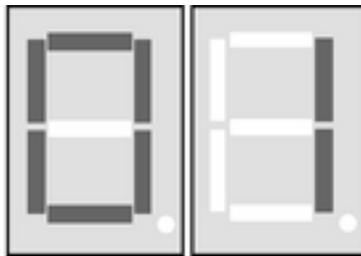

Figura 4: L'indicatore del canale è illuminato
- Collegare la batteria a blocco da 9 V alla clip di collegamento (8).
L'indicatore del canale (13) è illuminato e indica il canale radio attuale (figura 4).
L'indicatore del canale (13) è illuminato (figura 4).
- Premere i due tasti ▲ e ▼ (12) per circa 5 secondi.
- Premere i due tasti ▲ e ▼ (12) per circa 10 secondi.